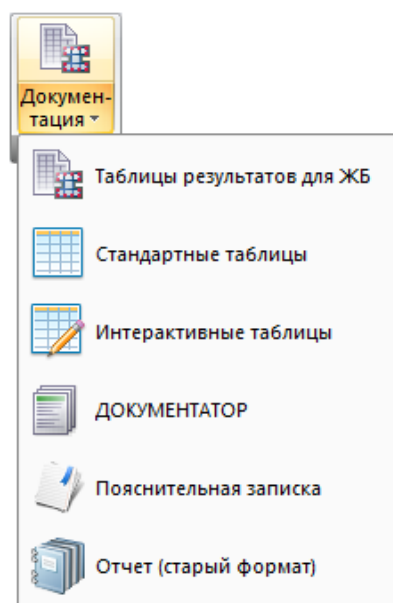

Рис. 131. Раскрывающийся список **Документация**
**Документация** (рис.131) – раскрывающийся список с заменой, который содержит операции для формирования документации по текущей задаче, таблиц по результатам статического/динамического расчета, создание и компоновка чертежей с различными зафиксированными вариантами расчетной схемы и результатов расчета, формирование отчета или пояснительной записки.